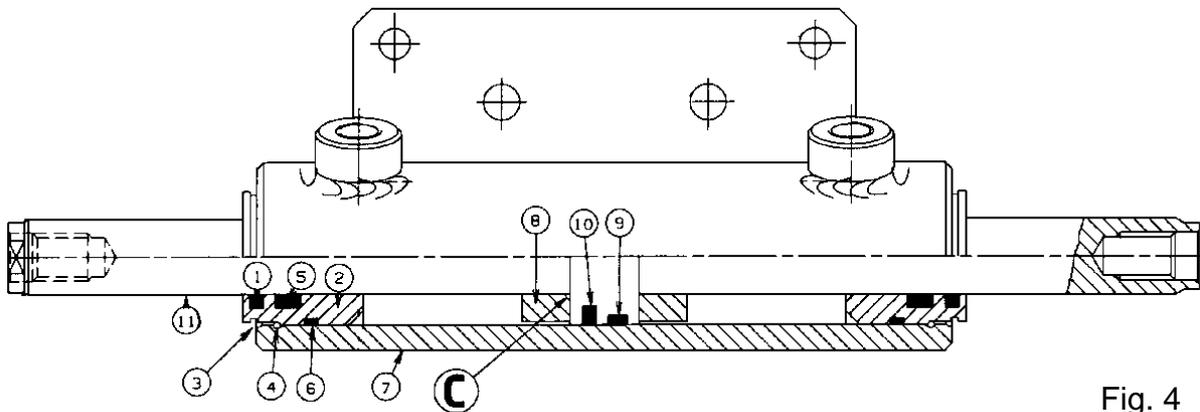

Fig. 4
La (fig. 4) mostra il disegno costruttivo del cilindro di sterzo.
Nel caso sia necessaria la sostituzione della tenuta interna del cilindro e del relativo raschiatore (part. 9 e 10) della (fig. 4) si deve procedere a:
- rimuovere, con l'ausilio di due pinzette, l'anello toroidale (part. 4) di (fig. 4) sia sul lato dx che sx del cilindro avvalendosi delle aperture presenti sul cilindro realizzate per questo scopo;